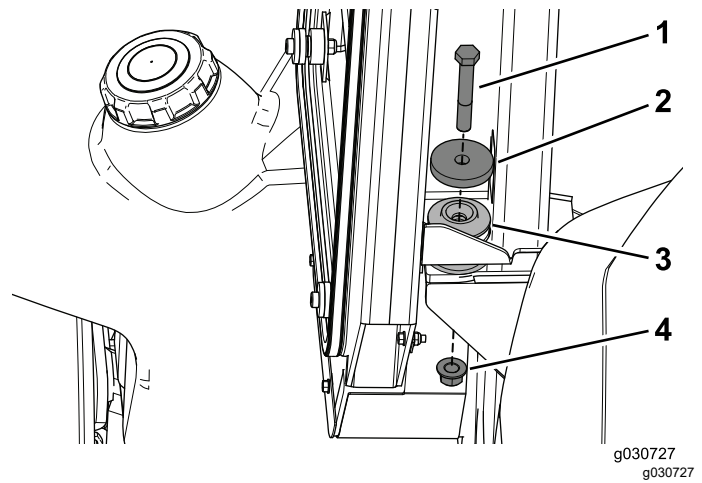

Figura 28
3. Utilice un perno ($\frac{1}{2}$ " x $3\frac{1}{4}$ "), una arandela ($2\frac{1}{4}$ ") y una contratuerca ($\frac{1}{2}$ ") para sujetar la cabina a los soportes de montaje traseros de la máquina (Figura 28).